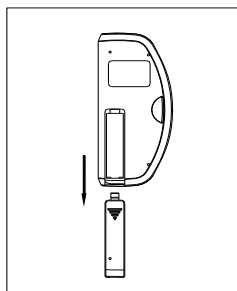

Fig.5
- B. Ouvrez le couvercle des piles. (Fig.5)